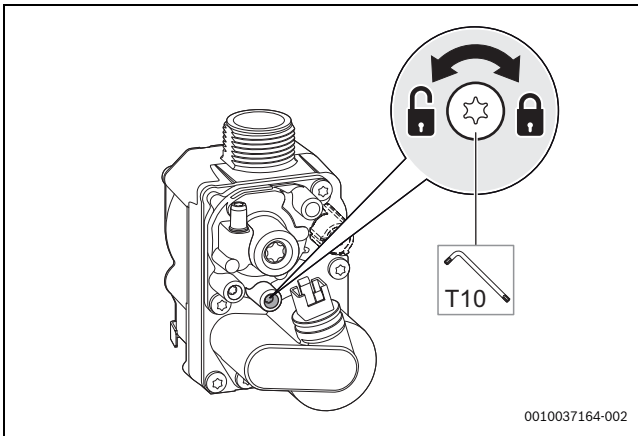

Bild 52 Gas-Anschlussdruck messen
- ▶ Schraube am Messstutzen für den Gas-Anschlussdruck 2 Umdrehungen lösen (→ Bild 52).